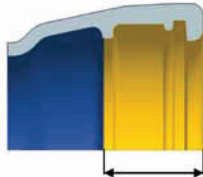

Abb. 2
- Die in Abb. 2 gekennzeichneten Flächen reinigen und ggf. Beschichtungshäufungen entfernen